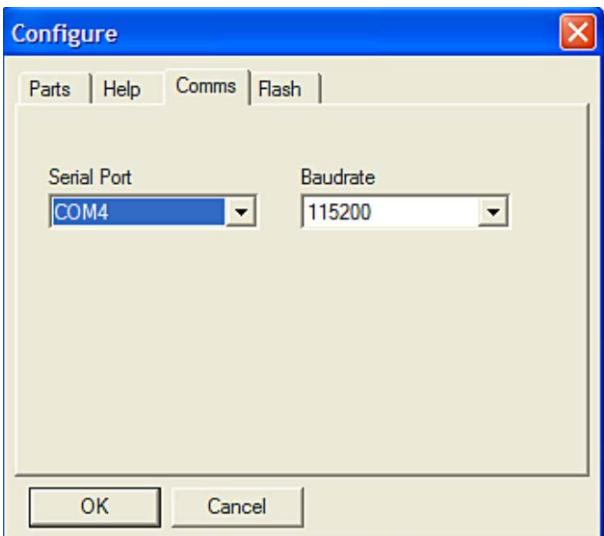

図 9. ダウソローダ用の COM ポートの選択
4. **Configure** をクリックして、図 9 のウィンドウを表示します。
ADuC7026 マイクロコントローラのダウソローダ・ファイルを設定します。調整が必要なオプションは COM ポートだけです。Comms タブの **Serial Port** ボックスから該当するポート選択することができます(図 9 参照)。